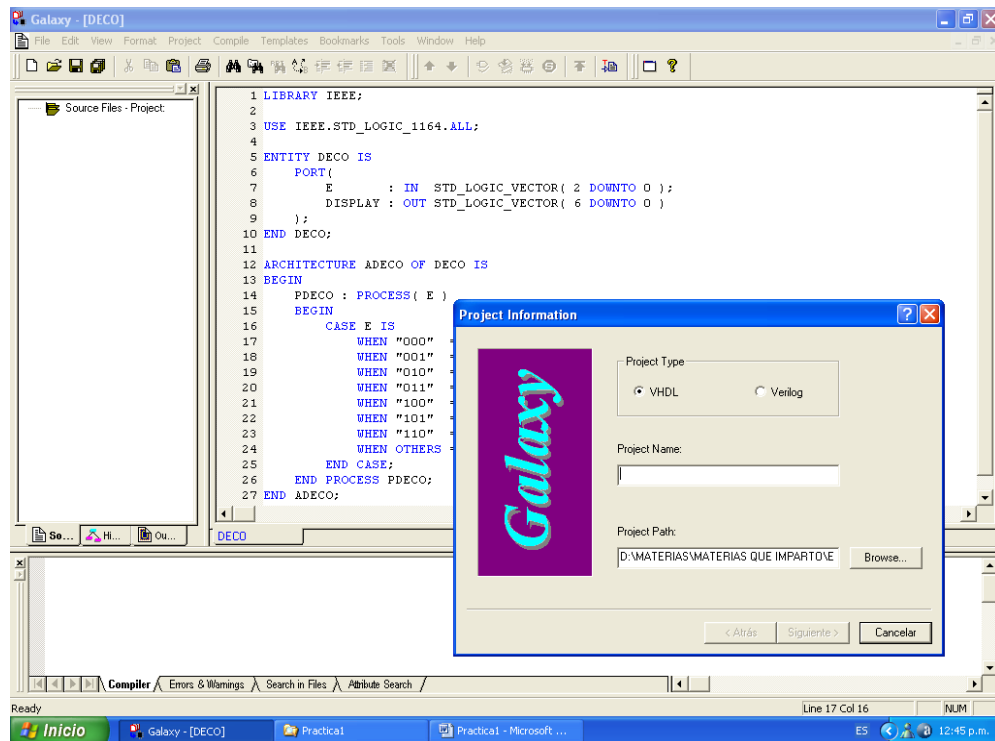

Figura 1. Nombre del proyecto (*prac3\_deco*) y path.
- a) **File→New→ Project [Target-Device]**. Esto abre una ventana, como se muestra en la figura 1, en la cual se introduce la ruta donde se salvará el proyecto, el nombre del mismo (**Prac3\_deco**) y además se selecciona el lenguaje que se va a utilizar (VHDL o Verilog HDL), que en este caso es VHDL.